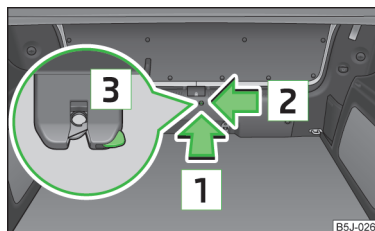

Fig. 36
- ▶ Introduceți în orificiul din capitonaj o șurubelniță sau o altă unealtă asemănătoare, în sensul indicat de săgeată **1** » fig. 36, până la capăt.